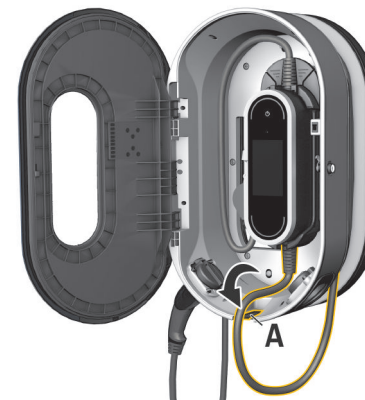

Fig. 239 Hekte på betjeningsenheten
3. Trekk kjøretøykabelen gjennom åpningen **A** (Fig. 239) og vikle den overskytende ledningslengden rundt Charge Dock.